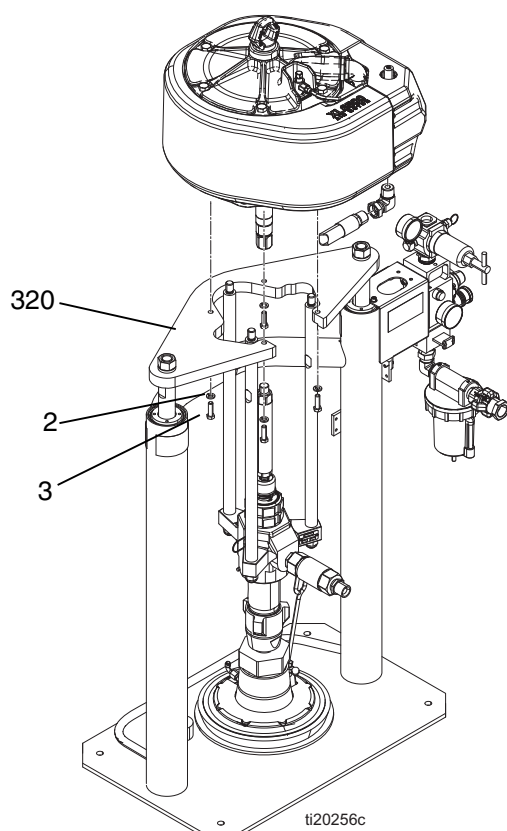

FIG. 17
1. Con un dispositivo de izado seguro, fije el motor al plato de montaje (320) con los tornillos (3) y arandelas (2). Consulte FIG. 17.
3. Conecte la manguera de aire al accesorio de conexión del motor neumático (7). Consulte la página 22.